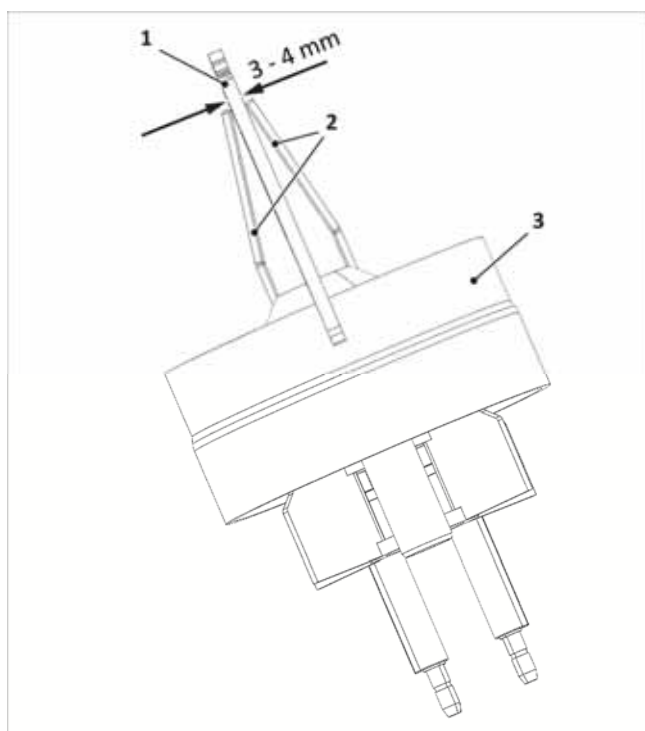

Fig. 37 : Contrôle de l'écartement des électrodes d'allumage
3. Contrôlez l'écartement des électrodes conformément au schéma → *Fig. 37* et corrigez-le, le cas échéant, en pliant prudemment les électrodes.